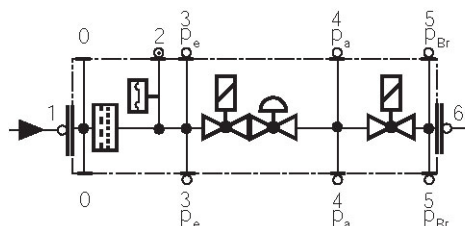

Рис. 34
- Заменяйте фильтр, если разница давления между точками 1 и 3 (Рис. 34) $\Delta p > 10$ мбар.